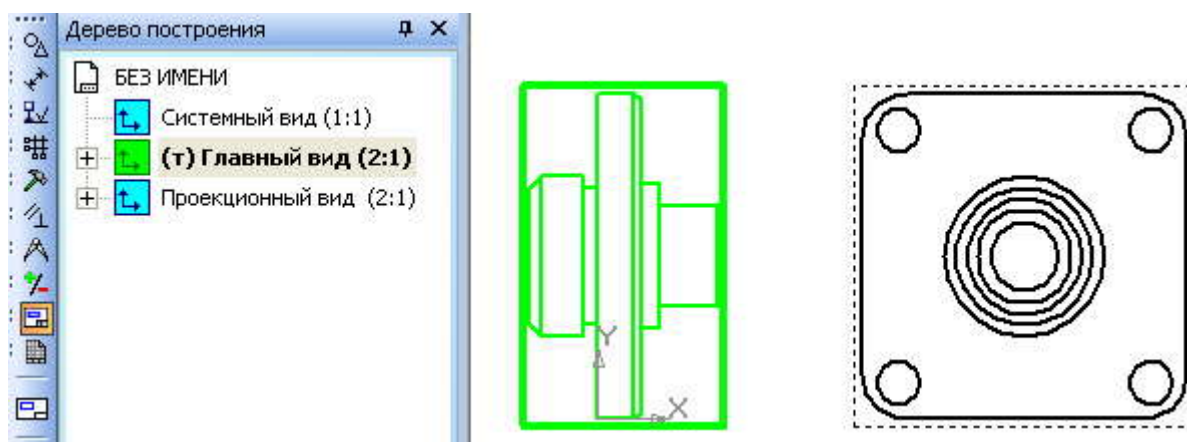

Рисунок 60
9. Откройте **Дерево построения**. Отредактируйте названия ваших видов. Для этого выделите название вида в **Дереве построений**, через клавишу F2 отредактируйте название вида (рисунок 60).